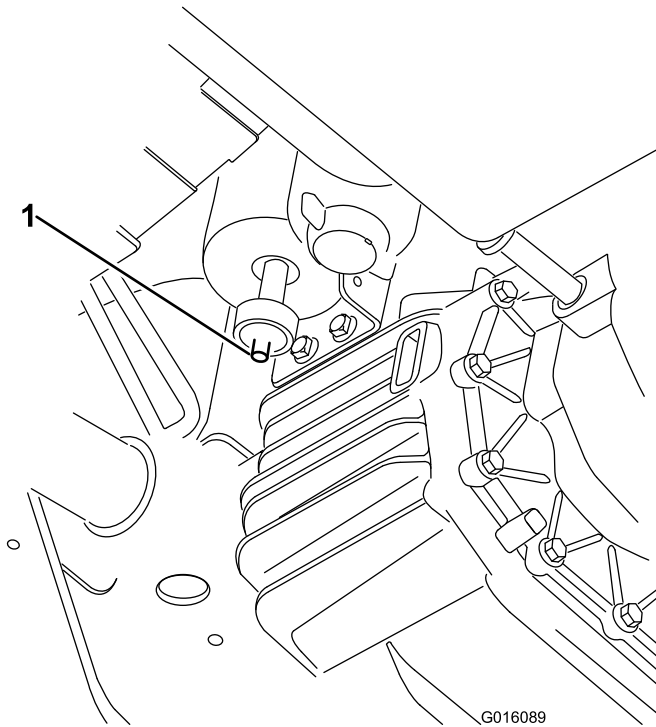

Figura 38
1. Localice el filtro de aire en la parte inferior del cartucho de carbón (Figura 38).